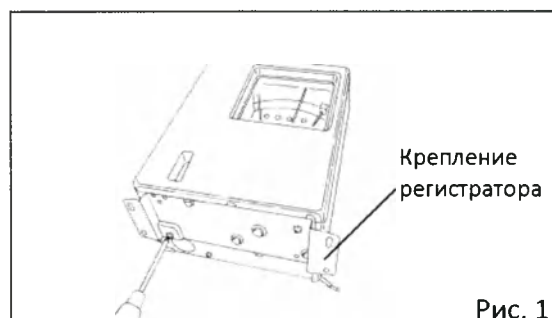

Рис. 1
1. Присоедините крепление регистратора к регистратору температуры (MTR-0621LN) в соответствии с Руководством по эксплуатации, приложенным к регистратору температуры (Рис. 1).